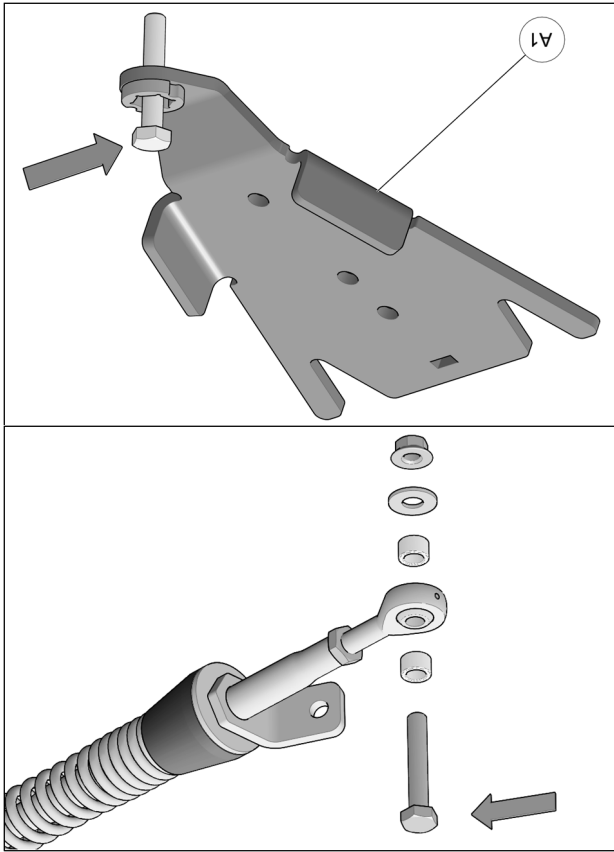

Fig. 15
4. Enlever les boulons, les rondelles et les espaceurs des rotules des bras stabilisateurs des systèmes avant. Insérer un boulon à l'extrémité de chacun des ancrages de suspension avant (A1). Fig. 15